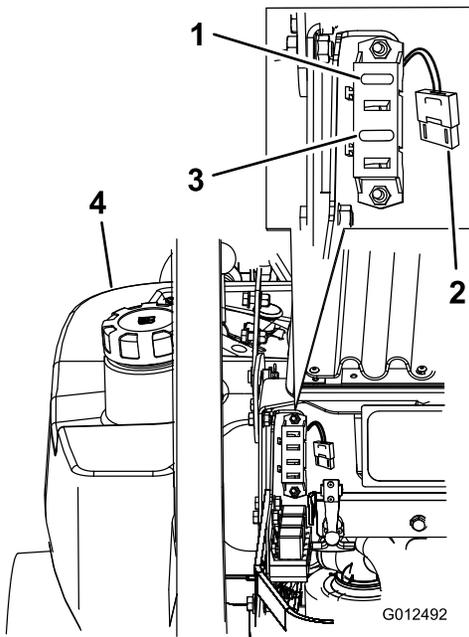

Figura 70
1. Sbloccate il cofano del motore ed alzatelo per accedere al portafusibili (Figura 70).
3. Montate un fusibile nuovo (Figura 70).